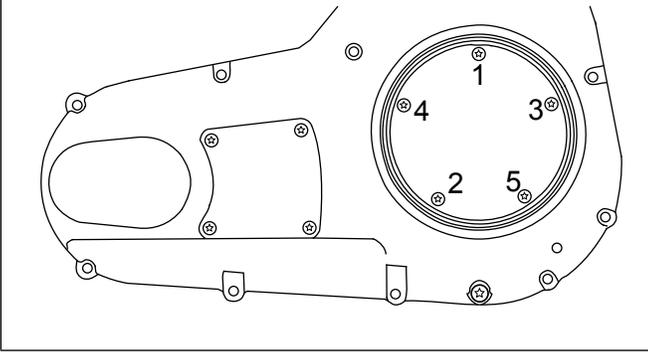

Figura 1. Secuencia de apretado, cubierta de inspección del embrague
5. Instale la cubierta de inspección del embrague (1) y la junta en la cubierta del guardacadena primario usando los tornillos y arandelas del kit. Apriete los tornillos a 10–12 N·m (84–108 in-lbs) en la secuencia que se muestra en la Figura 1.